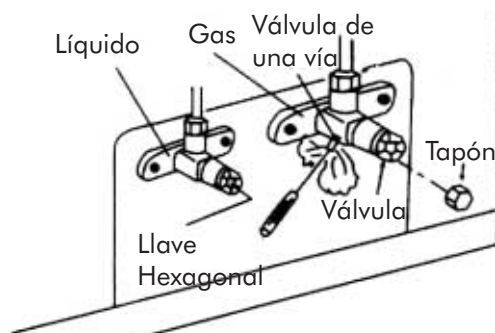

Fig. 34
6. Abra completamente las válvulas de gas y de líquido. (Fig. 34)